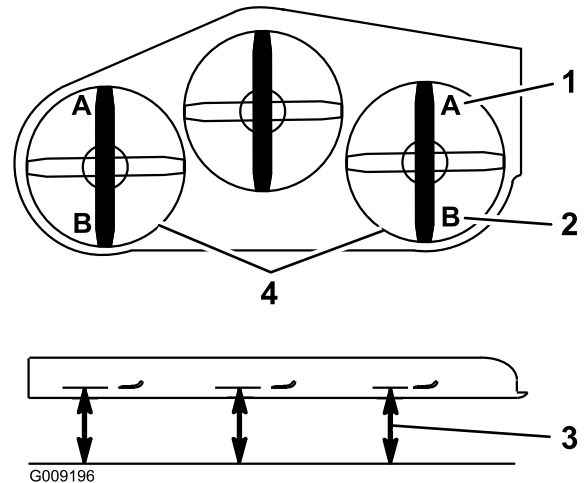

Figura 99
9. En ambos lados de la carcasa, mida desde la superficie nivelada hasta la punta delantera de la cuchilla (Posición A), según se muestra en Figura 99.
15. En ambos lados de la carcasa, mida desde la superficie nivelada hasta la punta trasera de la cuchilla (Posición B), según se muestra en **Figura 99**.